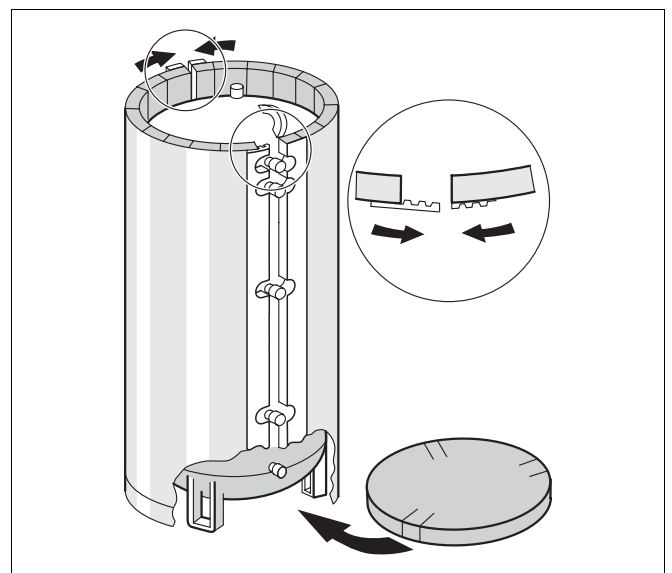

Abb. 6 Wärmeschutz
- Geschlitzte Wärmeschutzscheibe mit den Einschnitten im Bereich der Speicherfüße auf den Boden legen (Abb. 6).
- Gelochte Wärmeschutzmatte so um den Speicherkörper legen, dass das Lochbild mit den Anschlüssen deckungsgleich ist (Abb. 6).
- Die Enden der Wärmeschutzmatten zusammenführen und verschließen (Abb. 6).